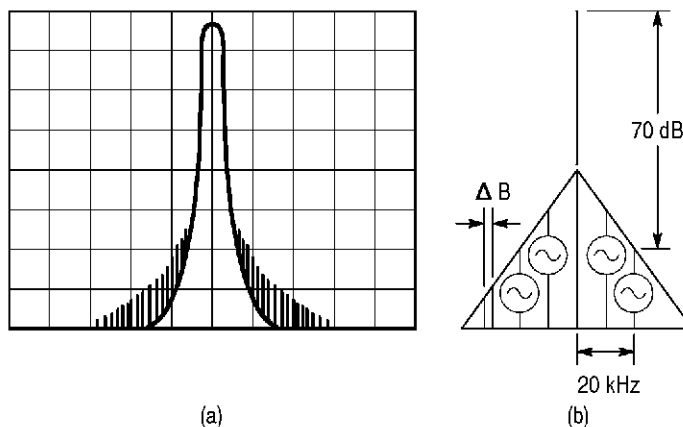

図 A-7 雑音側波帯
スペクトラム・アナライザでは、入力信号に含まれるおのこの周波数成分の分析にバンド・パス・フィルタ (BPF) を使用する。この BPF の 3 dB 帯域幅を「分解能帯域幅」と呼ぶ (図 A-7 (a))。BPF 特性は掃引幅、掃引速度によって適切な形状に設定する必要がある。
- (例) 雑音側波帯は、分解能帯域幅 1 kHz において、キャリアから 20 kHz 離れて -70 dB である。ノイズ・レベルは、一般に 1 Hz の帯域幅内に存在するエネルギーで表わすことがある (図 A-7 (b))。これを 1 Hz 帯域帯で表現すると、以下ようになる。1 kHz の帯域帯のとき -70 dB であるから、1 Hz の帯域幅内にある信号は、これより約 $10 \log 1 \text{ Hz}/1 \text{ kHz}$ [dB]、約 30 dB 低い値となる。よって、分解能帯域幅 1 kHz において、キャリアから 20 kHz 離れて -100 dBc/Hz である。